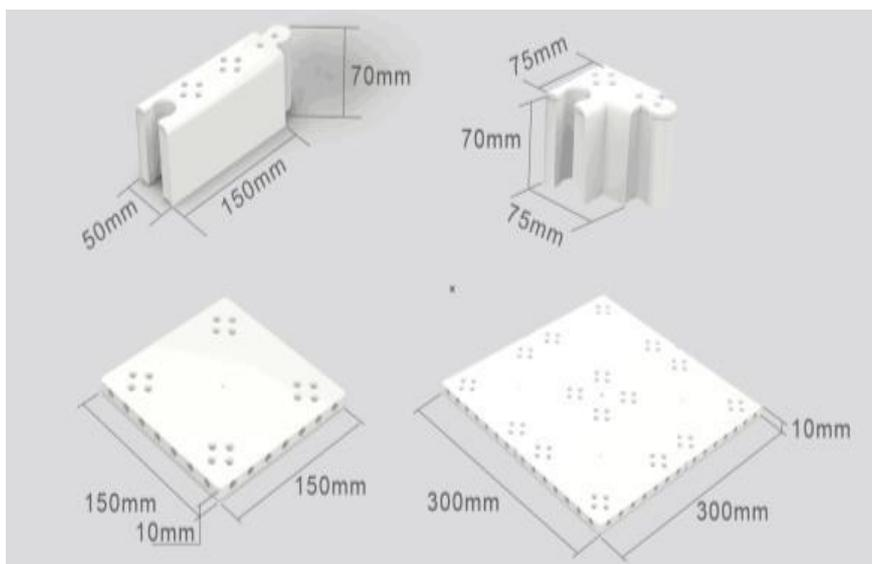

图 2 可拼装的塑料部件
3.1.1 赛台是可拼装的塑料部件拼接的。这些部件有边长 150mm 的方形小底板、边长 300mm 的方形大底板、150mm×70mm×50mm 的挡板及外边长 75mm 的转角等四种，如图 2 所示。